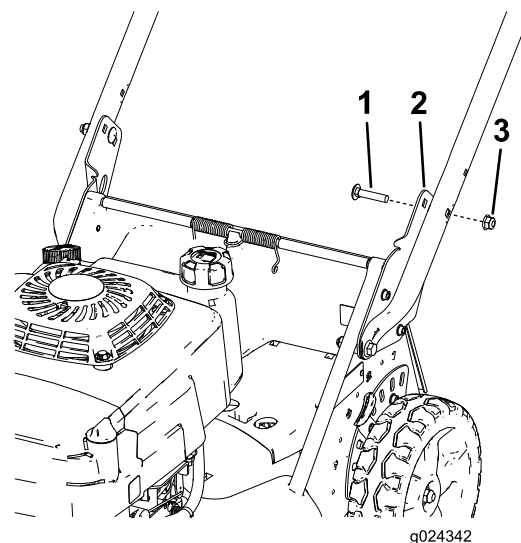

Figure 6
- Support de guidon (2)
- Fixez le guidon sur ses supports à la hauteur qui convient au moyen de 2 boulons de carrosserie (5/16" x 1-1/2") et 2 écrous à embase (5/16"), comme montré à la Figure 6.